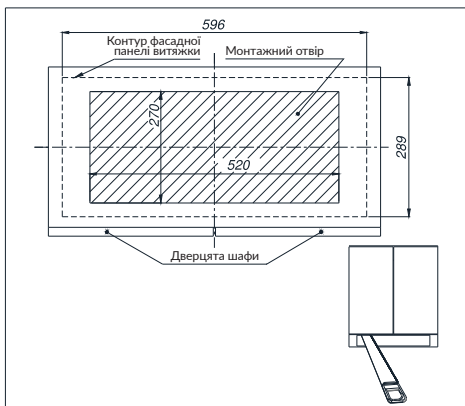
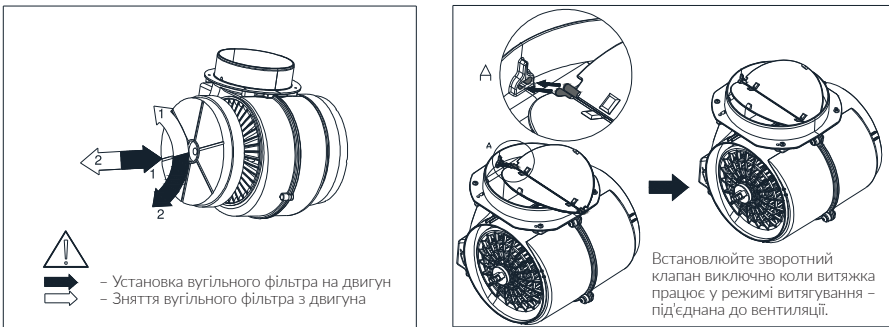

Рис. 4. Підготовка шафи
Рис. 7. Заміна вугільного фільтра
Встановлення витяжки та повітропроводу зазначено на **Рис. 4 - Рис. 7**. Витяжку обладнано штифтами кріплення, що підходять до більшості стін та стель. Під час установки витяжки дотримуйтесь загальних правил виведення повітря з приміщень.
1. Підготуйте шафу до встановлення витяжки: проріжте отвір у дні шафи згідно кресленню (Рис. 4).
Витяжка може бути обладнана вугільним фільтром. Вугільний фільтр застосовується в режимі рециркуляції, коли витяжку не підключено до вентиляційного каналу. Фільтр повинен бути встановлений на корпусі двигуна, як показано на Рис. 7. Вугільний фільтр слід замінювати кожні 6 місяців.